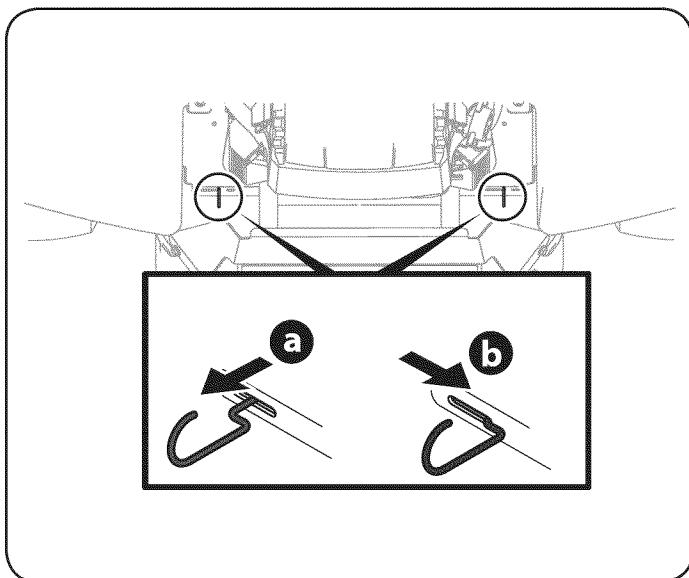

Figura 1
Vea la Figura 1.
2. Enganche las varillas de derivación tirando de cada una hacia afuera (a) y hacia la derecha (b) para tratarlas en su lugar. Vea la Figura 1.
3. Despues de mover el tractor, desenganche las varillas de derivación invirtiendo los pasos a y b. Vea la Figura 1.